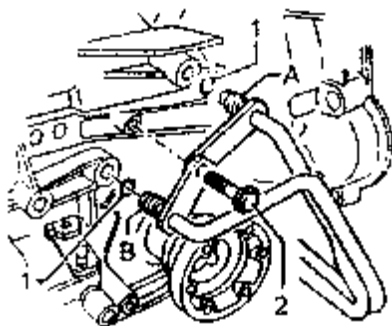

图 7-59 拆下 ATF 冷却器
2) 松开螺栓 2, 如图 7-59 所示。
4) 连接软管至 ATF 加注管 A (图 7-59) 并且用软管卡箍固定软管。把软管的另一端悬挂在合适的容器中。
5) 用压缩空气彻底吹几次 ATF 加注管 B (图 7-59), 把软管从 ATF 加注管 A 更换至 ATF 加注管 B 并且重复该步骤。